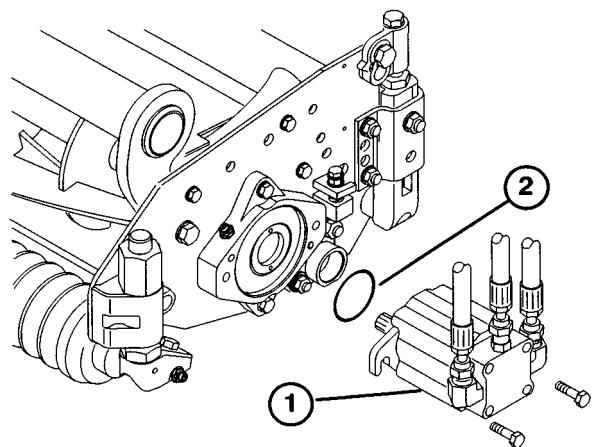

図6
13. リールモータを各カッティングユニットの駆動側に装着し、付属のキャップスクリュ2本で固定する(図6)。